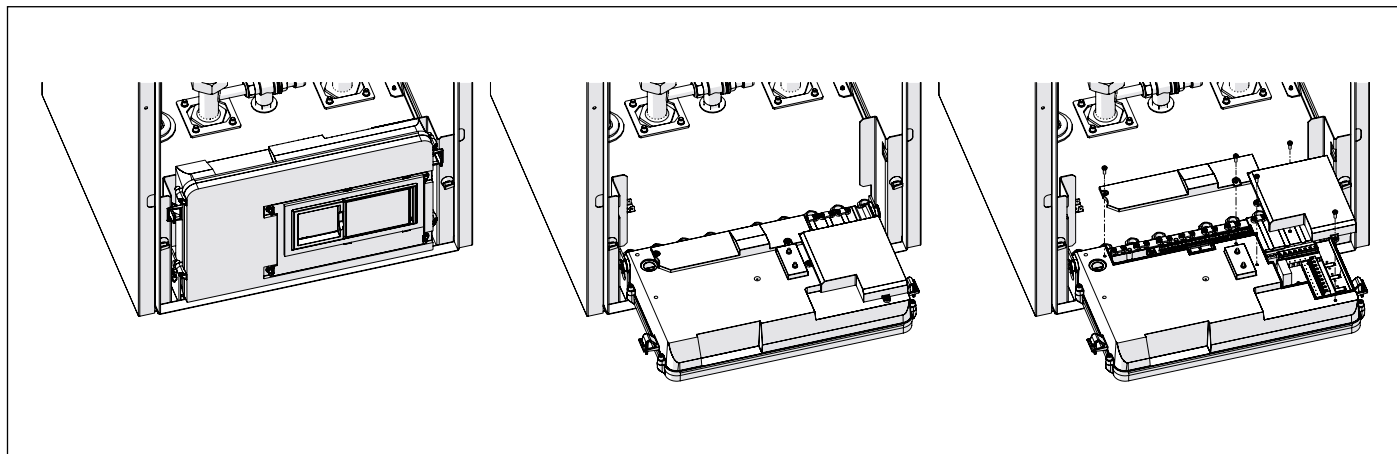

Fig. 27 Caja eléctrica
- Girar la caja eléctrica 90° hacia adelante (ver Fig. 27 Caja eléctrica).
- Quitar las dos tapas que cubren las conexiones eléctricas externas (A y B) desatornillando los tornillos que las fijan a la caja eléctrica (ver Fig. 27 Caja eléctrica).